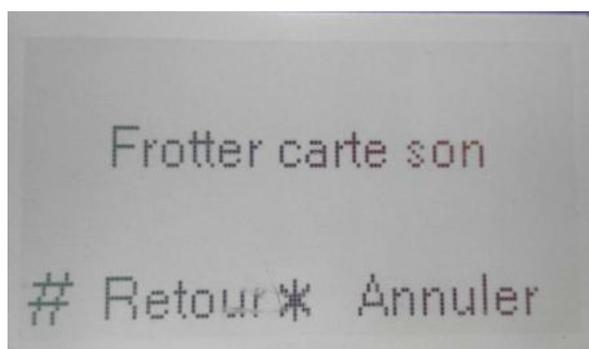

Figure 4-6
- f) Mettez la carte dans la zone de balayage de carte magnétique. Voir Figure 4-6.